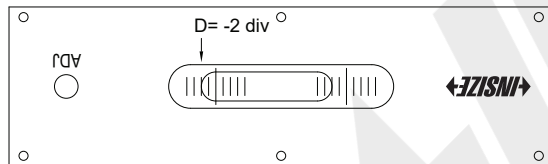

Abb. 9
- Wenn sich die Blase nicht mehr bewegt, lesen Sie D auf der Skala ab (Abb.9).